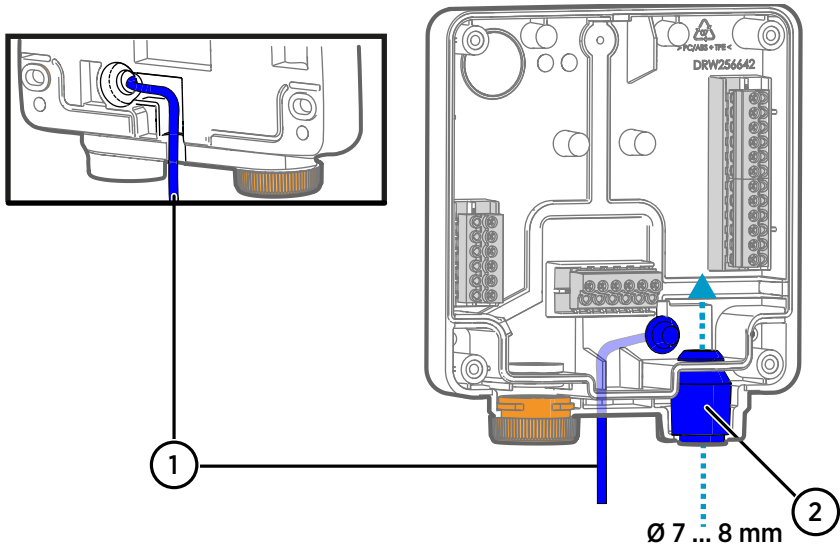

図 18 Indigo200配線オプション
- 図 18 (ページ 47) のように、変換器基板の背面にある溝の中にケーブルを入れ込み、必要に応じて負荷を緩和するケーブルグラッドを取り付けます。